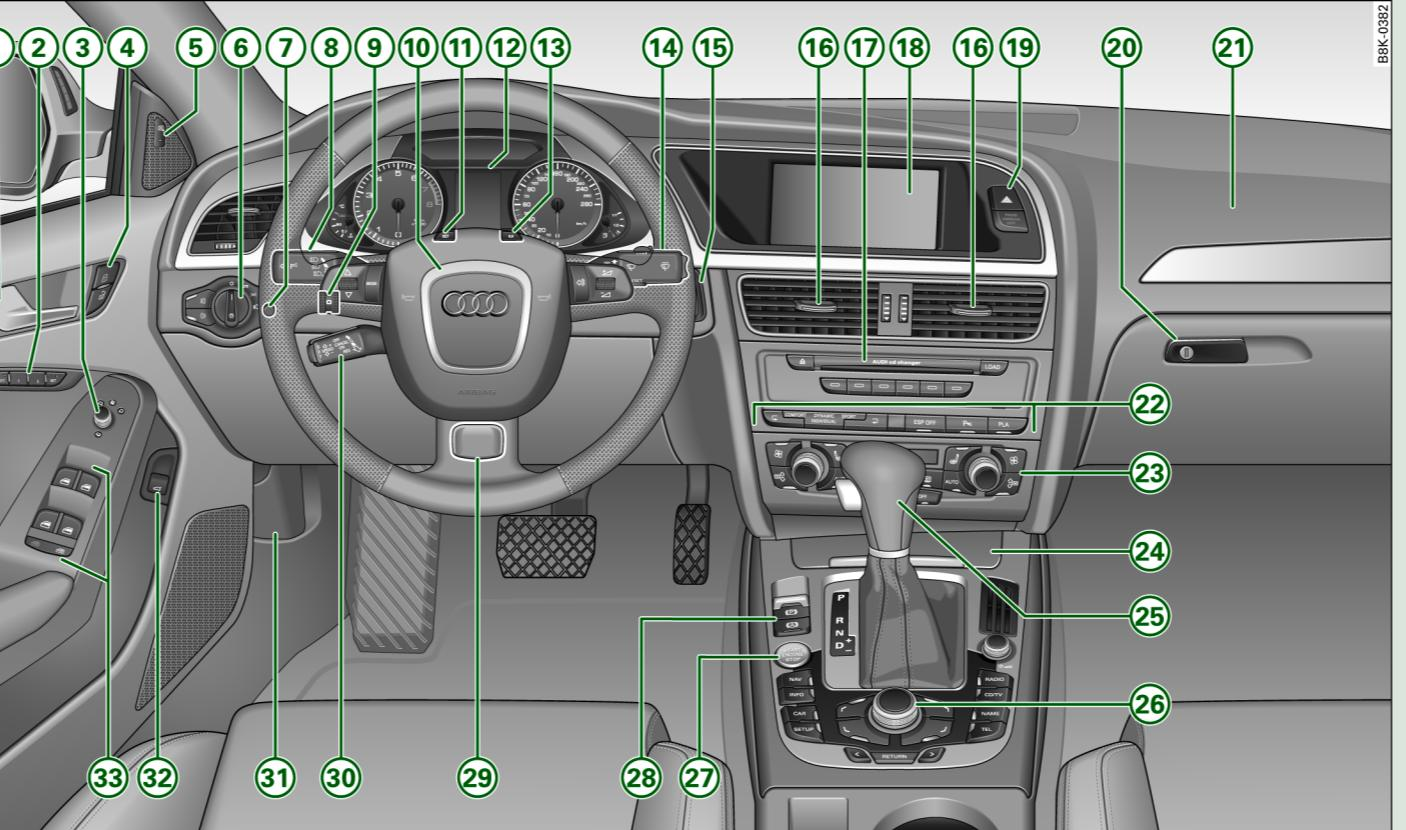

图 1 这里列出的装备有些用于特定的车型或是选装装备。
- 在右置方向盘*的汽车上, 部分操作元件的布局与图示 ⇒ 第8页, 图1 中的有所不同。但是, 用于标记操作元件的符号相同。■